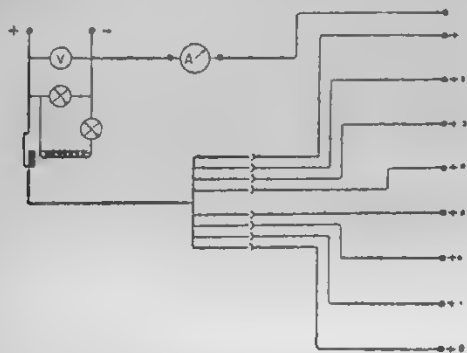
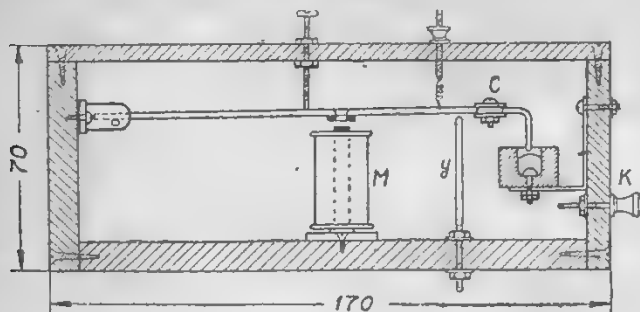
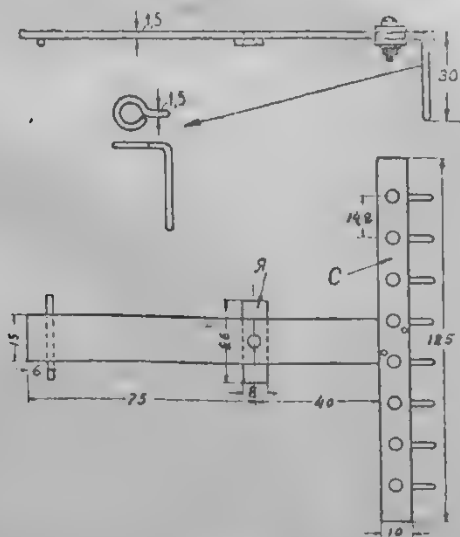

Рис. 1
Рис. 2
Рис. 5
Для разрешения этого вопроса авторами этой статьи сконструирован автомат, обслуживающий одновременно 8 групп. Этот автомат отключает аккумуляторы при падении напряжения и включает при его восстановлении. В работе он очень надежен и может быть изготовлен своими средствами из имеющихся под рукой материалов. Схема автомата приведена на рис. 1.
1) электромагнит (рис. 2, 3), он изготавливается из мягкого железа, еще удобнее использовать электромагнит от электрического звонка. На каждую катушку наматывается 4—5 слоев прово-
для включения плюса сети через реостат отдельной группы, минусы каждой группы соединяются вместе и подводятся к специальной клемме рис. 2 «в» и рис. 1 (клемма «—»).
3) Рычаг (рис. 5) изготавливается из медной шины, поперек которой в середине укрепляется железный якорь «я» (рис. 5 и 3) и в конце медная планка «с» (рис. 1, 6 и 3), к которой контактами привер-